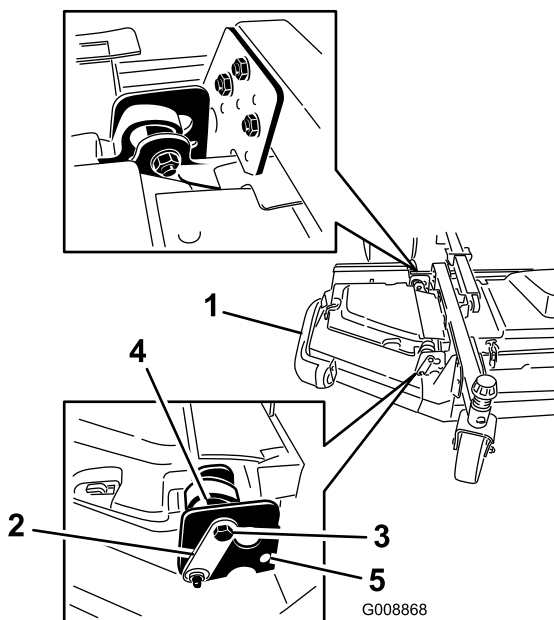

Рисунок 7
- Отпустите болты и гайки крепления двух эксцентриковых проставок в крыльях (Рисунок 7).
- Поворачивайте задний (ближайший к тяговому блоку) эксцентрик до тех пор, пока наружная кромка ножа не окажется примерно на 3 мм выше требуемой высоты скашивания (Рисунок 7).